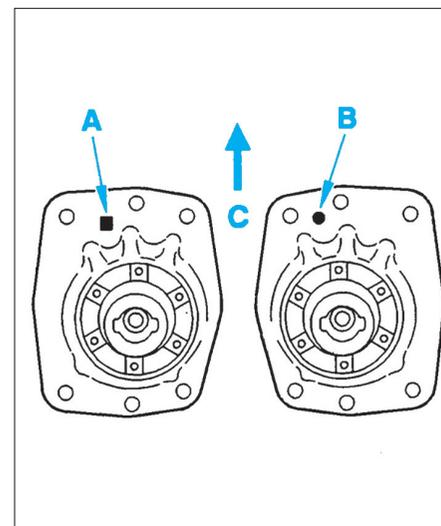

Fig. 5
- l'orientation du support d'amortisseur (A. Côté gauche — B. Côté droit — C. Avant du véhicule) (Fig.5).